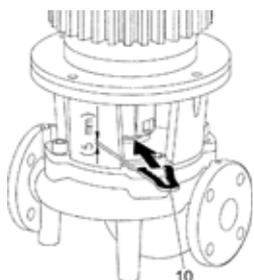

Fig. 15: Colocación de la horquilla de montaje
- Inserte la horquilla de montaje (Fig. 15, pos. 10) entre la linterna y el acoplamiento. La horquilla de montaje debe quedar ajustada sin holgura.